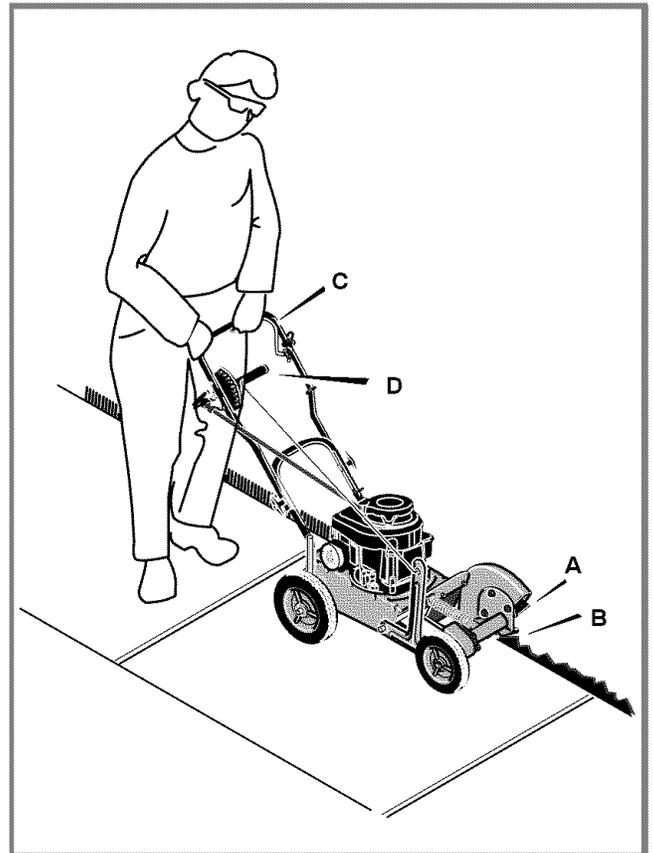

Figura 12: Funcionamiento de la Bordeadora
- 1 Antes de arrancar el motor, mueva la palanca de control de profundidad (D) hacia adelante hasta que la cuchilla (A) no toque el suelo.
- 2 Cuando corte a lo largo de aceras o caminos para ingreso de vehículos pavimentados, fije las ruedas en el pavimento y coloque la cuchilla al lado izquierdo del camino. Para evitar que la cuchilla golpee el camino, asegúrese de mantener la guía de la cuchilla (B) alineada con el borde del camino. Ver Figura 12.
- 5 Párese detrás de la bordeadora y sostenga la manija firmemente (D). Ver Figura 12. Cuando la cuchilla comience a cortar, muévase lentamente hacia adelante.